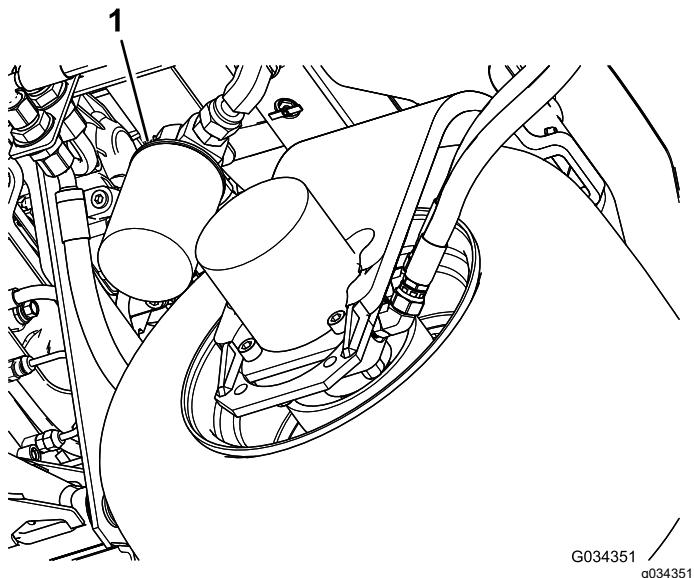

Figura 94
- Pulite la superficie circostante il filtro. Collocate una bacinella di spурgo sotto il filtro (Figura 94), e togliete il filtro.